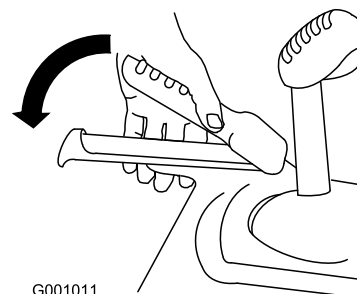

Рисунок 23
1. Для включения привода тяги прижмите левый рычаг (тяги) к рукоятке (Рисунок 23).